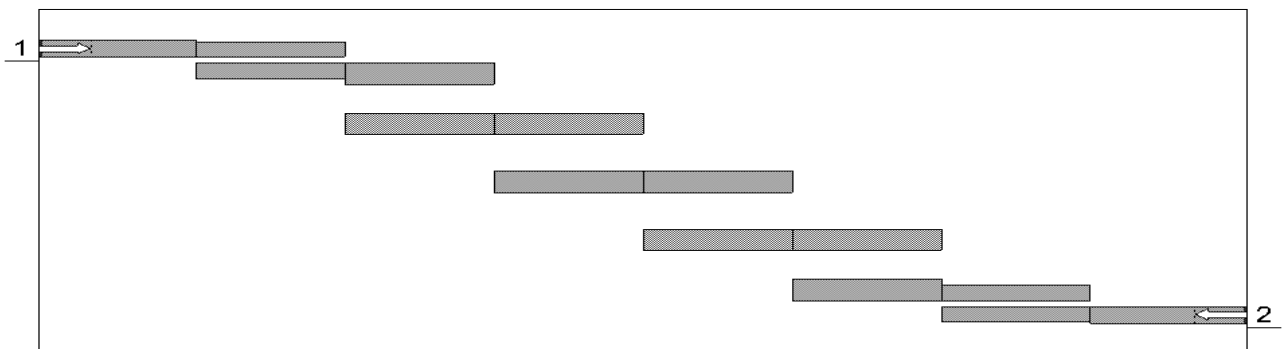

Рис. 4.41
10. Аналогично установите порт на выходе фильтра, сдвинув его референсную плоскость на 1 мм влево. Созданная электромагнитная структура должна выглядеть, как показано на рис. 4.41.